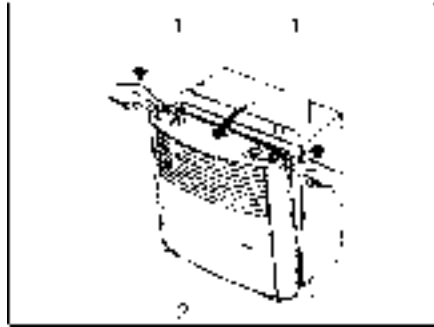

Bild 107 Heizungsverkleidung abnehmen
- Heizungsverkleidung (Bild 107,2) abnehmen. Dazu die Verkleidung oben nach vorn ziehen, Haltefedern (Bild 107,1) seitlich nach oben drücken und Verkleidung nach vorn klappen.